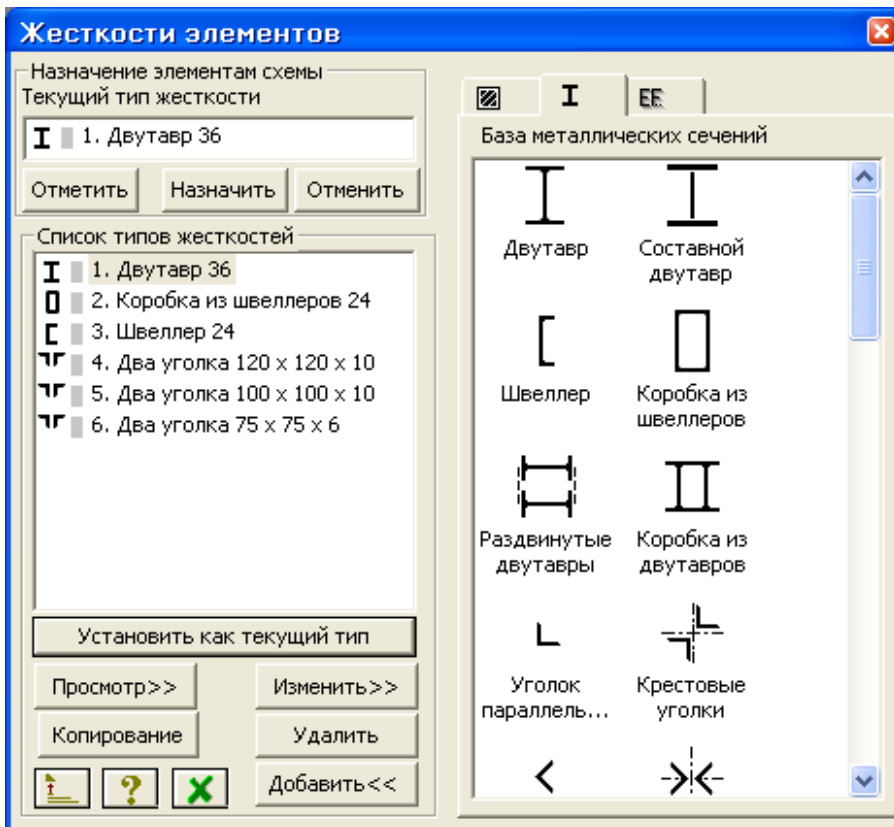

Рис.3.8. Диалоговое окно Жесткости элементов
- С помощью меню **Жесткости** ⇒ **Жесткости элементов** (кнопка  на панели инструментов) вызовите диалоговое окно **Жесткости элементов** (рис.3.8).